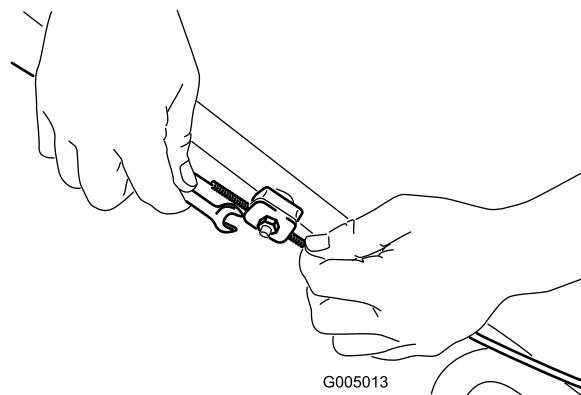

Figura 5
9. Afloje la tuerca del soporte del cable (Figura 5).